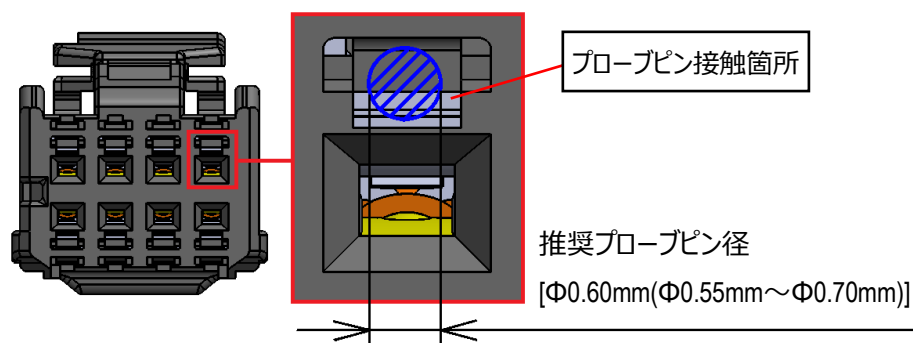

図 48 メス端子導通検査接点
② メスコネクタの導通検査を行う時はメス端子の指定箇所に 0.5N 以下の荷重でプローブピンを当てて下さい。(図 48 参照)
③ メス端子バネ変形の恐れがある為、メス端子内にはプローブピンを入れないで下さい。